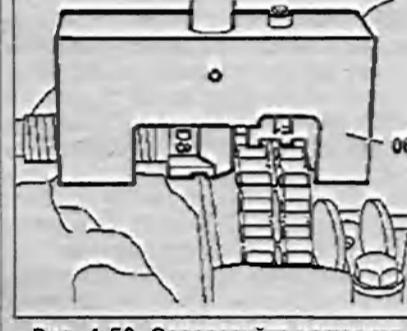

Рис. 4.50. Запрессуйте наружную плиту.
16. Запрессуйте наружную плиту (рис. 4.50).